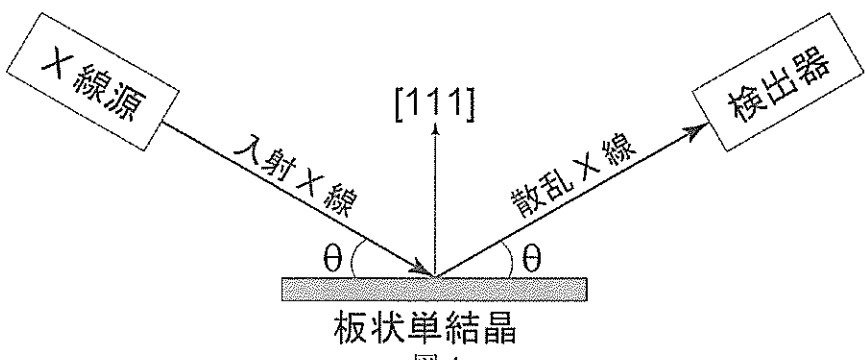

図4
(4) 立方最密構造を六方格子で記述した場合、六方格子基準の面指数  $hkl$  と原子散乱因子  $f$  を用いて構造因子を表せ。また、回折条件（強め合う条件）を導出し、これを簡潔に述べよ。
(5) 立方最密構造の板状単結晶（面法線方向は立方格子の $[111]$ ）の面直方向に対して $\theta$ - $2\theta$  スキャンによるX線回折測定を行った（図4）。その結果得られる回折線  $2\theta$  を低角度側から2つ答えよ。ただし、各回折線に対し、回折角  $2\theta$ 、六方格子基準の面指数  $hkl$ 、立方格子基準の面指数  $hckclc$  を答えよ。六方格子の格子定数  $a'$  は  $0.280 \text{ nm}$ 、入射X線の波長  $\lambda$  は  $0.154 \text{ nm}$  とする。なお、六方格子の面間隔  $d_{hkl}$  は以下の式で表される。